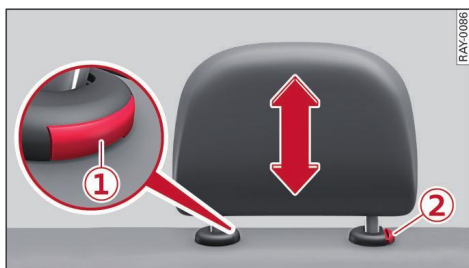

Fig. 52 Asiento trasero: Ajustar/desmontar el apoyacabezas
- Pulse la tecla ② ⇒ fig. 52. Si el apoyacabezas lleva otra tecla más, pulse adicionalmente la tecla ①. Al mismo tiempo, tire del apoyacabezas para sacarlo del respaldo ⇒ ⚠ en *Observaciones generales de la pág. 73*.